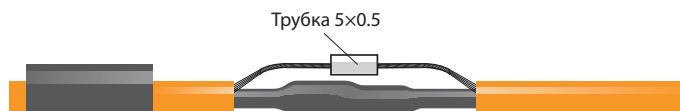

Рисунок 10
4.12. Отогнуть экраны от оболочки нагревательных кабелей. Вставить в трубку 5×0.5 (длиной 5 мм) экраны нагревательных кабелей. Концы экранов не должны выступать за торцы медной трубки. Опрессовать медную трубку кремпером HT 236E согласно рис. 10.